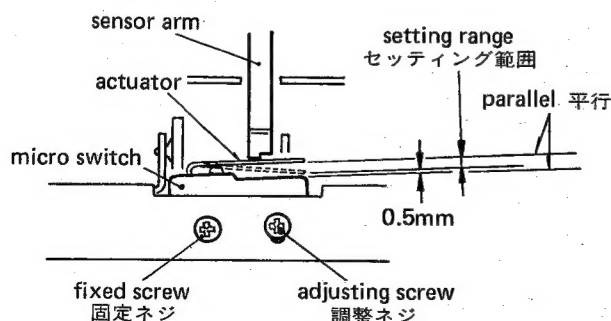

Fig. 4-1
3. Adjust mounting position of the two micro switches, cassette-in switch (S581) and record safety switch (S582) (for switch location, refer to fig. 3-3), so that the actuator position is in the setting range shown by fig. 4-1.
3. カセットイン・スイッチ (S581), 録音防止スイッチ (S582) 共 (両スイッチ取付個所は図3-3を参照), アクチエータ位置が図4-1のセッティング範囲内になるようにスイッチ取付位置を調整する.